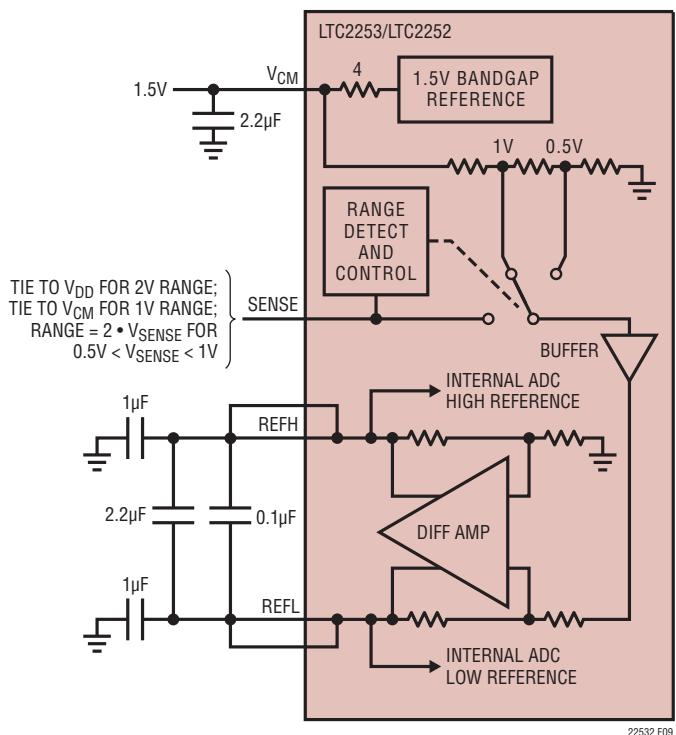

図9. 等価リファレンス回路
1.5Vのバンドギャップ・リファレンス、差動アンプ、およびスイッチングと制御の回路で構成されるLTC2253/LTC2252のリファレンス回路を図9に示します。内部電圧リファレンスはピンで選択可能な2V(差動±1V)または1V(差動±0.5V)の2つの入力レンジに設定することができます。SENSEピンをVDDに接続すると2Vの範囲が選択され、SENSEピンをVCMに接続すると1Vの範囲が選択されます。
差動アンプはADCの“H”リファレンスと“L”リファレンスを生成します。高速スイッチング回路がこれらの出力に接続されているので、これらの出力は外部でバイパスする必要があります。各出力には2つのピンがあります。パッケージのインダクタンスを減らすために複数の出力ピンを必要とします。バイパス・コンデンサは図9に示すように接続する必要があります。